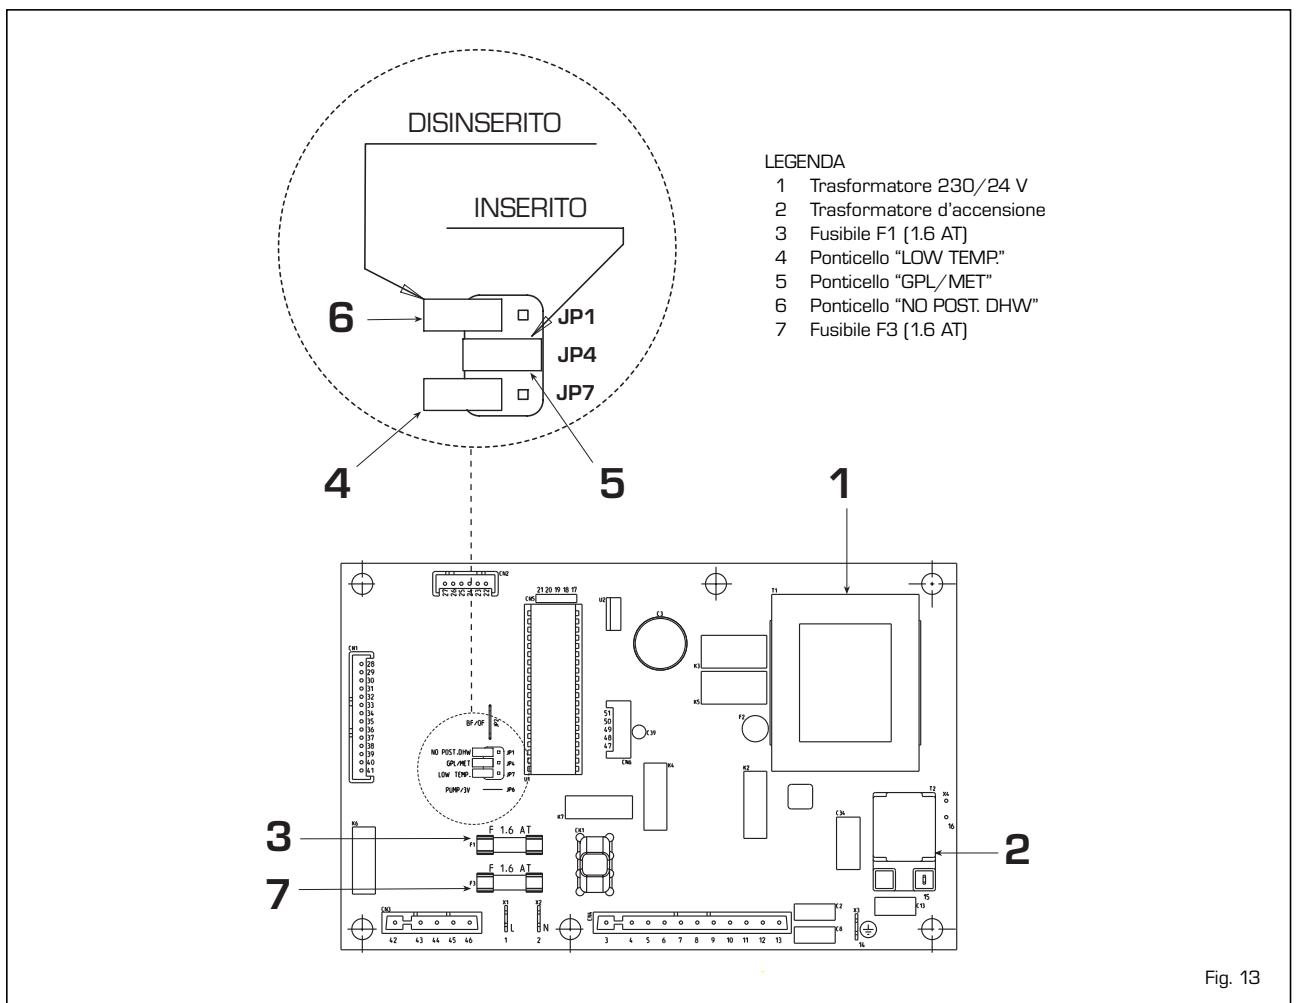

Fig. 13
- **Ponticello JP4 "GPL/MET"** (5 fig. 13)
- **Ponticello JP7 "LOW TEMP"** (4 fig. 13)
- **Ponticello JP1 "NO POST. DHW"** (6 fig. 13)
- Sfilare il collettore bruciatori (6).
- Sostituire gli ugelli principali (6) e la rondella in rame (4) con quelli forniti nel kit; per eseguire tale operazione usare una chiave fissa da 7.
- Spostare il ponte del connettore "MET-GPL" della scheda sulla posizione corrispondente al gas utilizzato (5 fig. 13).